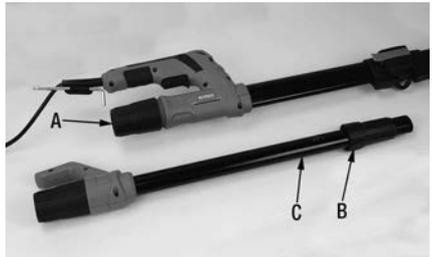

FIGURE 4
1. Desserrez le verrou principal (A) Fig.4, mais ne le retirez pas.
2. Glissez l'adaptateur de l'extension télescopique (B) sur l'extension télescopique (C) tel que montré.
3. Insérez l'adaptateur de l'extension télescopique (B) et l'extension télescopique (C) dans le verrou principal (A). Enfoncez l'adaptateur à fond dans le verrou.
4. L'extension télescopique peut alors être ajustée à la longueur requise. Une fois que vous avez réglé la position souhaitée, serrez le verrou (A) Fig.4.
1. Desserrez le verrou principal (A) Fig.4 (si vous le montez sur la tige principal) ou desserrez le verrou de l'extension (A) Fig.6 (si vous le montez sur l'extension), sans retirer le verrou.
2. Glissez l'adaptateur (B) du boyau de collection de poussière dans le verrou principal (A) Fig.4 ou le verrou de l'extension (A) Fig.6. Enfoncez complètement l'adaptateur du boyau de collection de poussière dans le verrou.